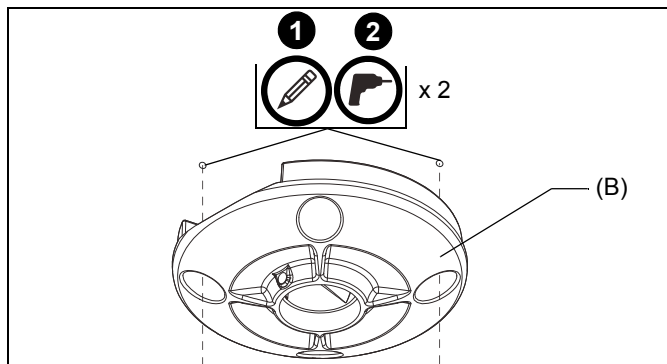

Figure 4
1. En utilisant la plaque de plafond (B) comme gabarit, marquez les emplacements des trous de fixation (deux au minimum) sur le plafond. (Voir Figure 4)
2. Percez deux trous de guidage (minimum) comme suit : (Voir Figure 4)